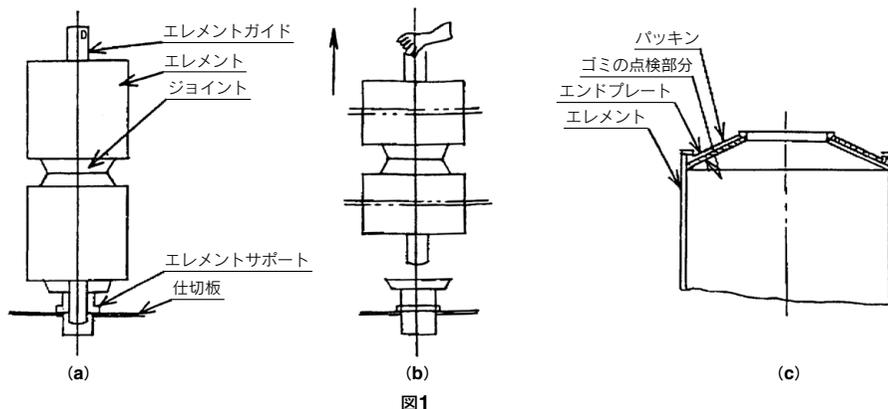

図1
また、Elementホルダを取出した後、図1の要領でElementガイドを取出すことにより、Element、ジョイントを一括して取出すことができます。
- ①マイクロメッシュElement[円筒およびブリーツ(球面パッキンを使用しないもの)]および焼結Elementの場合はエンドプレートとパッキン間のゴミを必ず完全に除去してください。[図1(c)参照]
- ②Elementガイドを取外した時は取付けてください。
- ③Element、ジョイント、Element、Element取付金具の順に同心になるように正しく差し込んでください。
※また配列が多くエレメント重ね数が3~4段の場合はあらかじめエレメントガイドにエレメント、ジョイントをセットした物をエレメントサポートにセットする事もできます。[図1参照 取出す時の逆の要領]